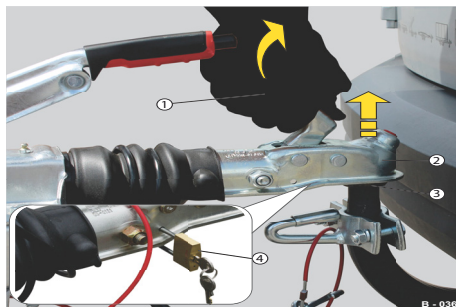

Abb. 13 Beispiel: Gebremster Anhänger abkuppeln
- ▶ Handgriff (Abb. 13/1) in der Absperrvorrichtung (Abb. 13/4) entriegeln.
- ▶ Stützrad herunterstellen und damit die Kalotte (Abb. 13/2) von der Kugelkopfkupplung (Abb. 13/3) abheben.